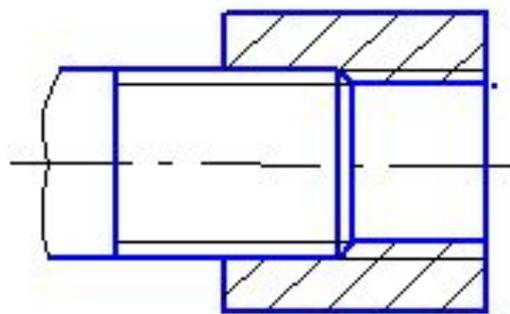

Рис. 5.16
5.2.7 На разрезах резьбового соединения в изображении на плоскости, параллельной к его оси. в отверстии показывают только часть резьбы, которая не закрыта резьбой стержня (рис.5.16, 5.17).